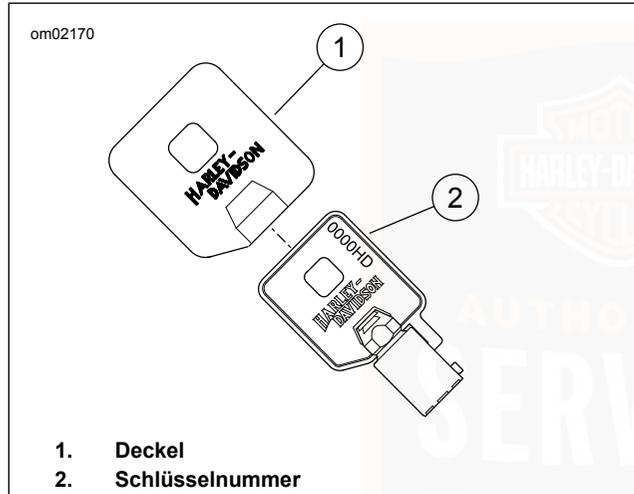

Abbildung 8. Zünd-/Gabelschlossschlüssel
Siehe Abbildung 8. Bei Verlust kann der Schlüssel dank der eindeutigen Schlüsselnummer von einem Harley-Davidson Händler ersetzt werden. Die Schlüsselnummer (2) ist auf der